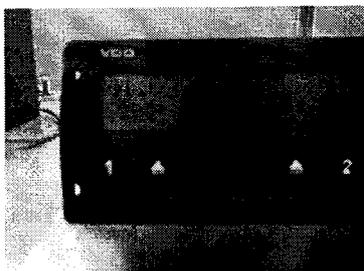
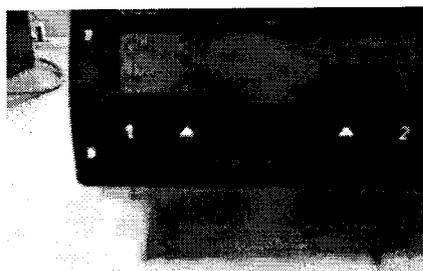
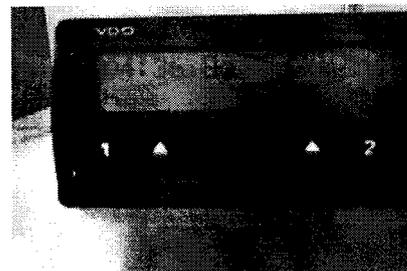

рисунок 3
рисунок 4
рисунок 5
5.2.1 Подключить тахограф к питающему напряжению. На дисплее на несколько отобразиться стартовая информация (см. рисунок 3) После чего подсветка дисплея должна измениться на красную и в нижней строке появиться мерцающее предупреждение, что в слоте тахографа отсутствует тахографическая карта (рисунок 4). Через несколько секунд предупреждающая мерцающая надпись исчезает. Тахограф отображает текущую информацию о времени, скорости и пройденном пути. Цвет подсветки должен остаться красным до установки в слот тахографа тахографической карты (рисунок 5).